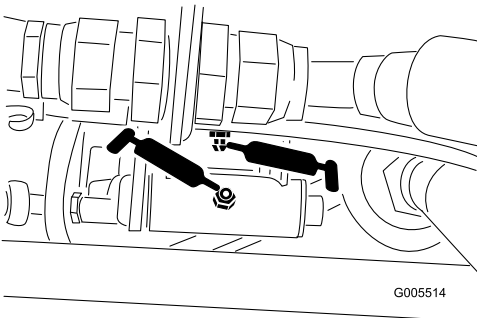
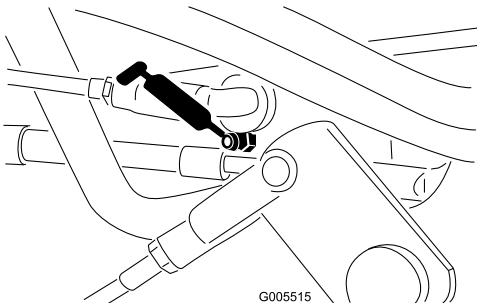

図 44
図 45
- ・ 速度セレクト・リンク (図 44) と (図 45)